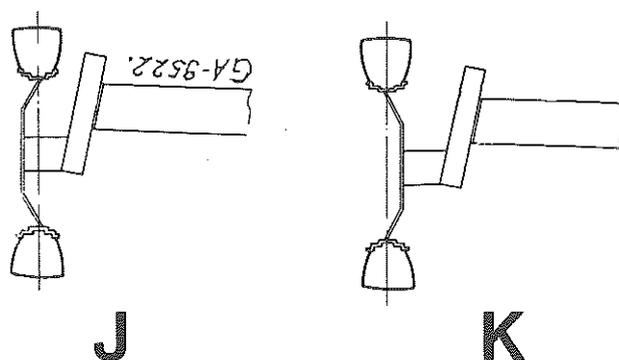

Figure 21 - Positions du disque de roue essieu avant réglable.
ESSIEU AVANT REGLABLE, FIG. 21
ESSIEU AVANT REGLABLE FIG. 21
NOTE : N'essayez pas de changer la largeur de voie des roues du type à voile. Le côté concave des roues doit toujours être orienté vers l'extérieur. Voir (K) Fig. 21.